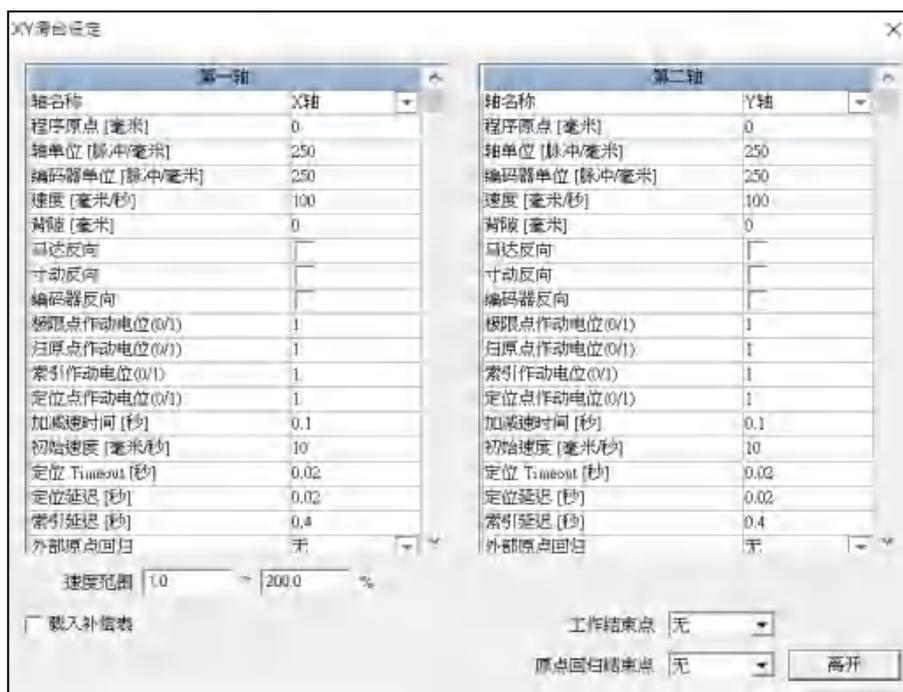

图 1.7.32
- 按「设定」按钮，则出现如图1.7.32对话框可进行相关的所有设定。